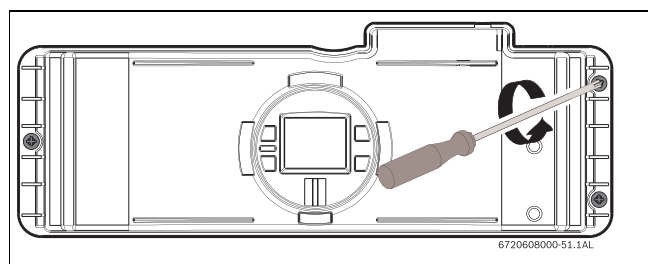

Рис. 2
- Отпустите три винта на блоке управления (рис. 2, поз. 1).